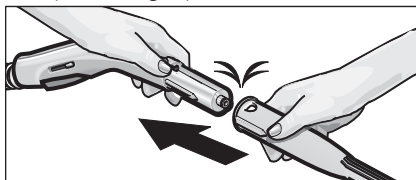

Fig. 1: Innesto dell'accessorio nella pistola vaporizzatrice
- Collegare l'accessorio desiderato (C1,D1) alla pistola vaporizzatrice (B1). A tal fine infilare l'estremità tubolare dell'accessorio nella pistola vaporizzatrice (B1). Spingere poi l'accessorio nella pistola vaporizzatrice finché s'innesta il pulsante sblocco (B3) della pistola vaporizzatrice (si veda fig. 1).